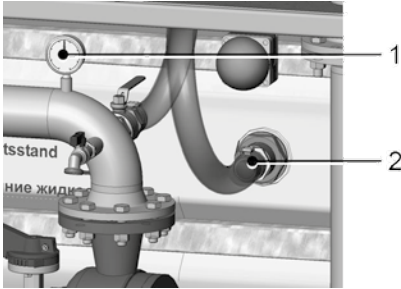

Abb. 35 Zugang zum Spülrohr im Tank
1. Betrieb beenden (siehe Abschnitt 4.6). Motor ausschalten und drucklosen Zustand abwarten. Manometer am Pumpenausgang muss 0 bar zeigen (Abb. 35, 1).
3. Spülschlauch vom Tank lösen (Abb. 35, 2).